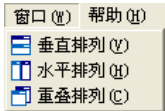

图 2-16 菜单工具栏-窗口
- **窗口 (W)**: 对编辑页面进行各种排列。如图 2-16。详细说明请参阅第 3.7 节。